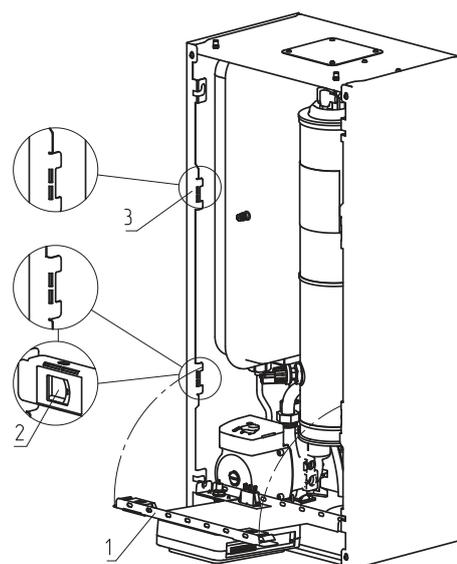

Рис.9 Откидывание кронштейна
- откинуть кронштейн для крепления пульта управления (Рис.9, поз.1);
- отжать замки-защелки (Рис.9, поз.2) с двух сторон;
- имеется возможность сменить положение кронштейна, достав его из пазов и закрепив в соответствующие пазы выше (Рис.9, поз.3).